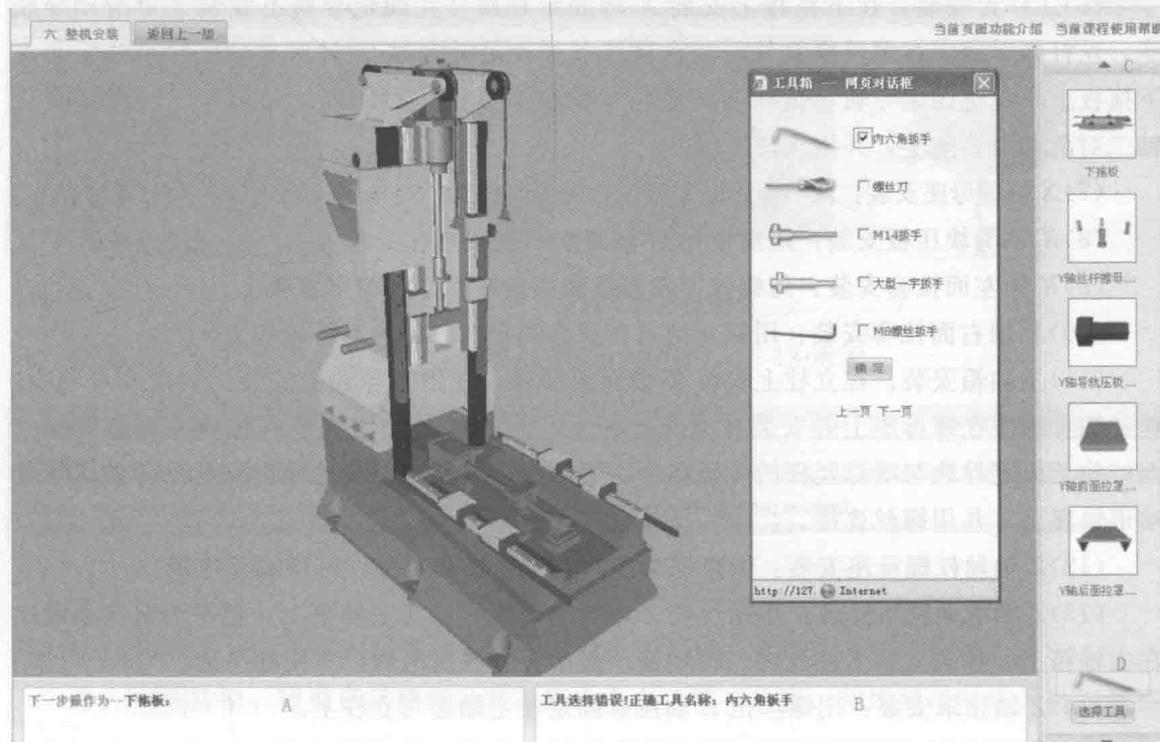

图 1.1-11 整机安装界面
6. 整机安装 将页面转至整机安装界面，如图 1.1-11 所示。